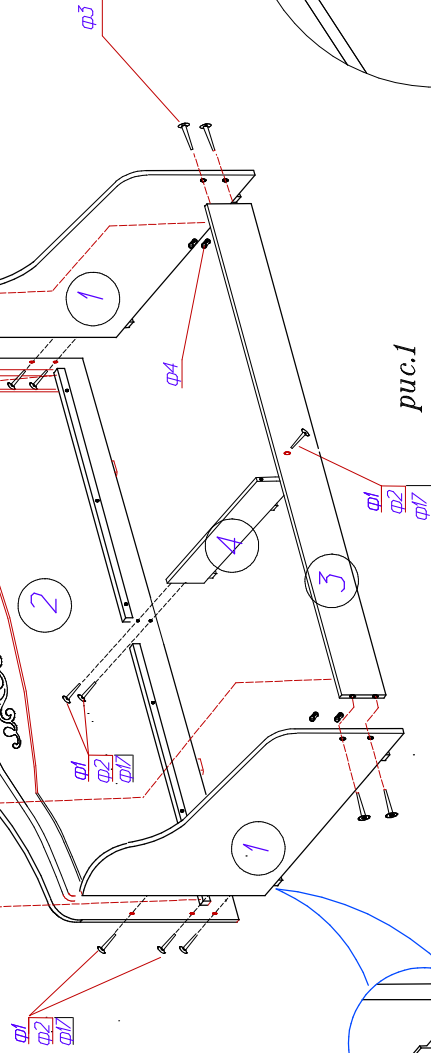
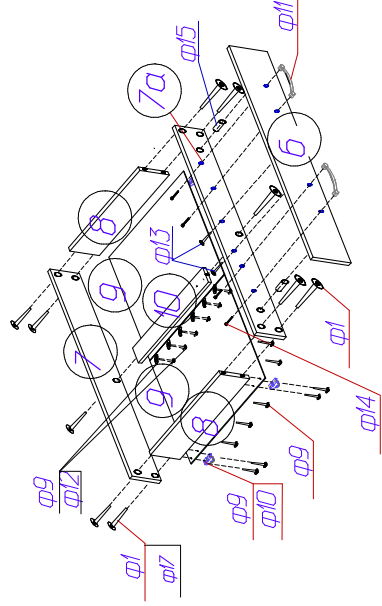

рис.1
рис.2
2. Совершите корпус кровати согласно рис. 1.
3. Настил (5) раскладывается на бруски, прикрепленные к царге (3) и стенке задней (2).
4. Совершите ящик (детали 6-10, фурнитура ф1,2,8,10-15) согласно рис.2